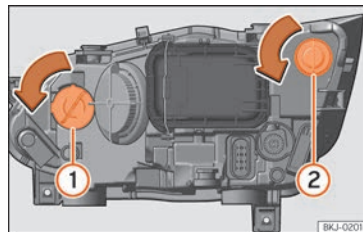

Abb. 57 Im Motorraum: Glühlampe Blinker **1** und Glühlampe DRL-Licht [Tagfahrlicht] **2**.
- Drehen Sie den Lampenträger » **Abb. 57** **1** oder **2** nach links und ziehen Sie.